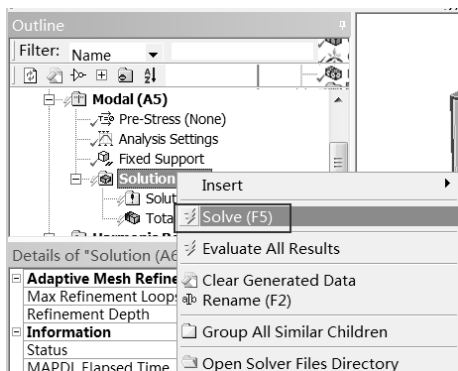

图 7-7 模态计算
Step2 : 如图 7-7 所示, 在 Outline (分析树) 中的 Modal (A5) 选项上右击, 在弹出的快捷菜单中选择  Solve 命令, 此时会弹出进度显示条, 表示正在求解, 当求解完成后进度条自动消失。